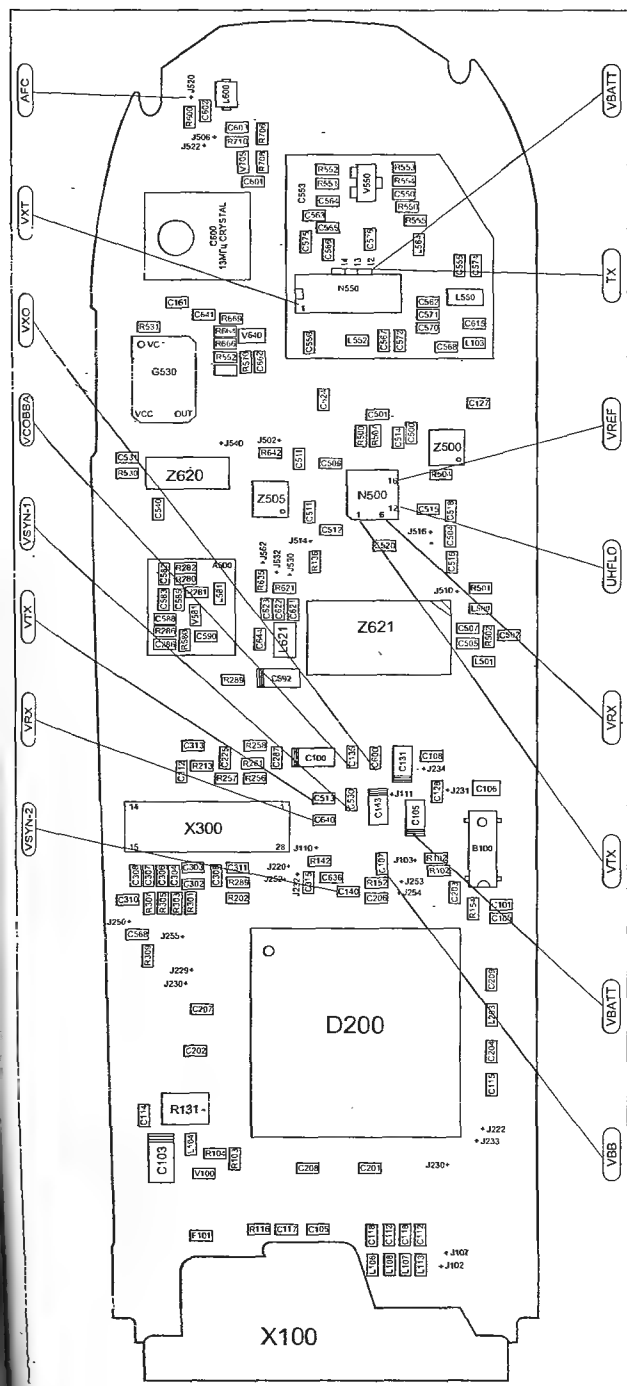
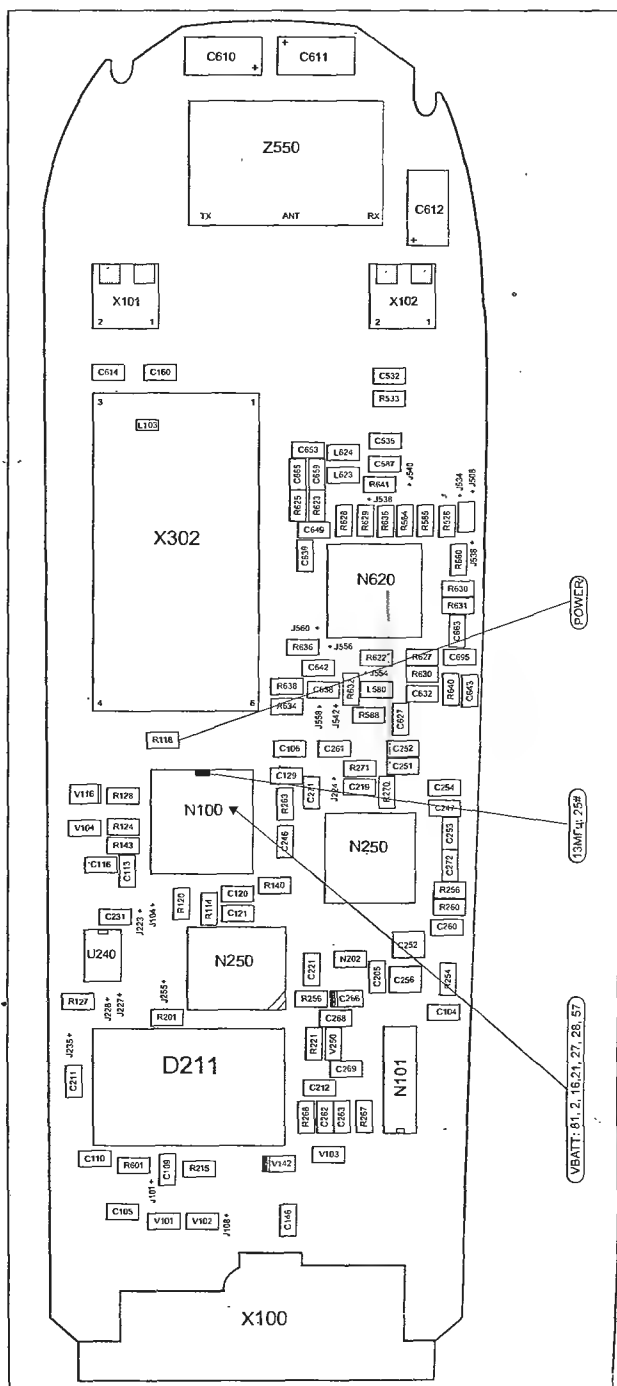

Рис. 6.3. Электромонтажная схема системной платы (фронтальная сторона)
Рис. 6.4. Электромонтажная схема системной платы (тыловая сторона)
Внешний вид печатной платы сотовых телефонов «Nokia 5110/6110» показан на рис. 6.1, 6.2, а расположение элементов — на рис. 6.3, 6.4 (на них же показаны контрольные точки).
При попытке ручного поиска сети аппарат находит сеть, но не может в ней зарегистрироваться. Очевидно, что неисправность находится в передающей части телефона (передатчике). В подобном случае наиболее вероятен выход из строя одного из элементов: антенного переключателя Z550 (рис. 6.4), фильтра Z505 (рис. 6.3), предварительного усилителя N500 (рис. 6.3) или оконечного усилителя мощности передатчика N550 (рис. 6.3). Для проверки этих элементов выполняют следующие действия:
- проверяют усилитель мощности передатчика. Для этого отпаивают разделительный конденсатор C562 (рис. 6.3) и припаивают отрезок изолированного провода длиной около 10 см (как временную антенну) к выходу предварительного усилителя V640;
Если напряжения в норме, заменяют оконечный усилитель мощности. При подобной неисправности также необходимо проверить катушку L552 (рис. 6.3). Она и усилитель мощности могут одновременно выйти из строя, если для заряда аккумуляторной батареи телефона используется некачественное зарядное устройство.
- к выводу антенного переключателя Z550 (рис. 6.4) со стороны приемной части припаивают небольшой отрезок изолированного провода (10 см);
- если после ручного поиска сети на дисплее шкала уровня сигнала не изменила своих показаний, выпаивают фильтр Z500 (рис. 6.3) и изолированным проводом соединяют его контактные площадки на плате. Затем выполняют по-
иск сети. Если и после этого не был достигнут положительный результат, проверяют полосовые фильтры ПЧ Z620 и Z621 (рис. 3) и кварцевый резонатор G530 (пайкой выводов или заменой), модуль опорной частоты C600 (13 МГц), а затем заменяют микросхему N620 (рис. 6.4).
Существует много причин возникновения подобного дефекта, но наиболее частая — отказ микросхемы PCM-кодека N250 (рис. 6.4). Поэтому проверке этой микросхемы необходимо обратить особое внимание. Остановимся на этом подробнее. Блок-схема логической части и цепей обработки звуковых сигналов «Nokia 6110» показана на рис. 6.5.